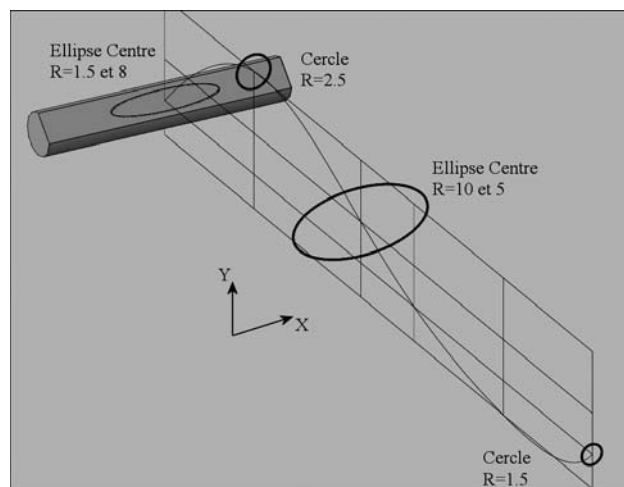

Fig.18.28
- 8 Placez manuellement le repère SCU (UCS) perpendiculairement à la grille afin de pouvoir tracer correctement les cercles et les ellipses le long de la spline (fig.18.28).